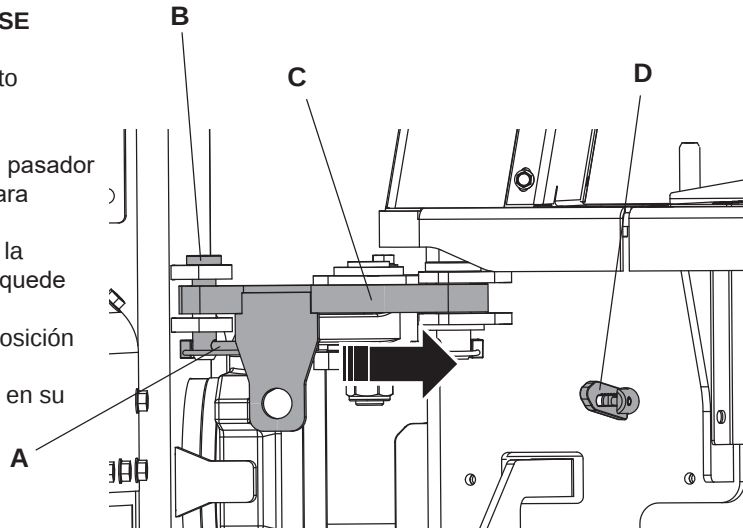

Figura. 18
4. Desenganche el pasador Lynch (figura 18, punto A) y retire el pasador de bloqueo (punto B) de las lengüetas del chasis delantero para liberar la barra de bloqueo de la articulación.